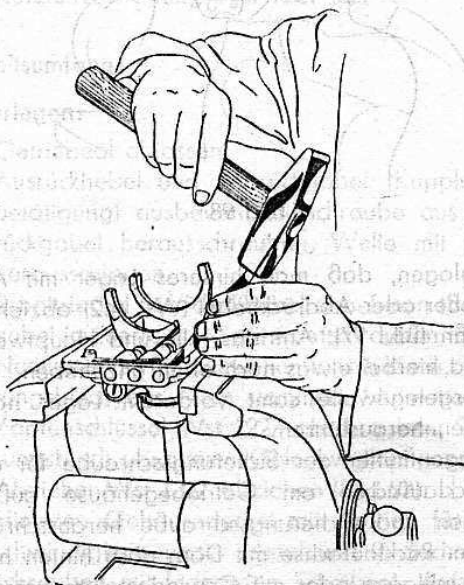

Bild 100
- 23. Keil zur Schaltschienenbefestigung mittels Dorn herausschlagen (Bild 100).